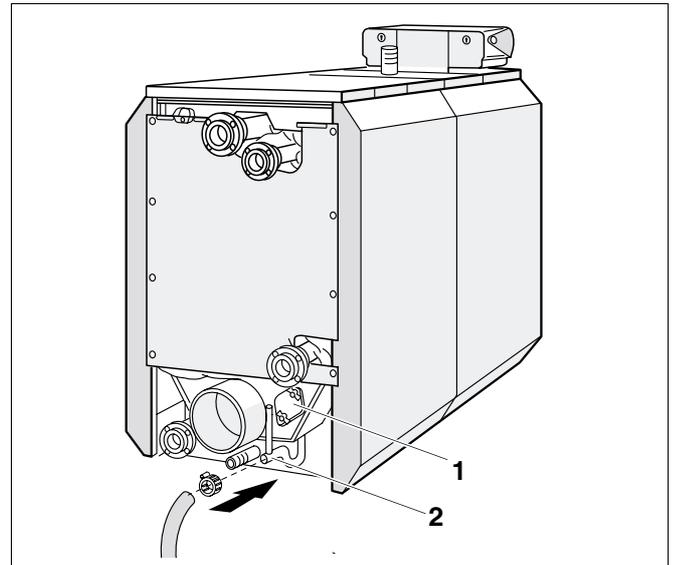

Fig. 24 Montare il dispositivo di neutralizzazione
- Fissare il flessibile di scarico, mediante una fascetta, al deflusso della condensa (sifone) (fig. 24, **pos. 2**).
L'uscita della condensa (fig. 24, pagina 19) non deve essere ostruita durante i lavori di pulizia.
- Verifica ed eventuale pulizia del collettore dei gas di scarico e del deflusso della condensa, attraverso l'apertura per la pulizia (fig. 24, pagina 19).
6	Svitare il flessibile di scarico della neutralizzazione (uscita condensa) (fig. 24, pagina 19)
9	Lavare l'uscita della condensa (Sifone) (fig. 24, pagina 19)